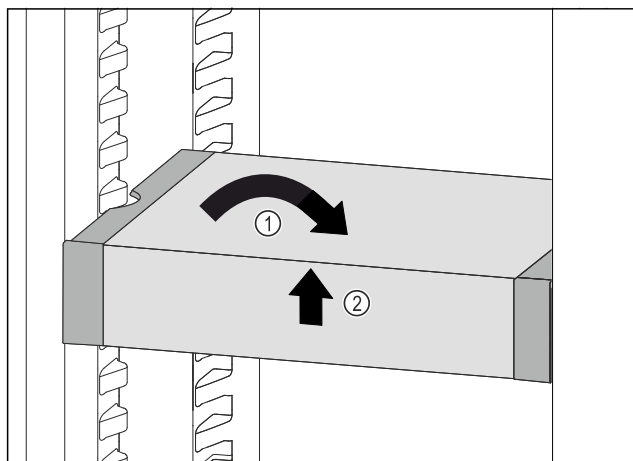

Fig. 110
- VarioSafe postavte rovno. Fig. 110 (1)
- VarioSafe nadvihnite vpredu. Fig. 110 (2)